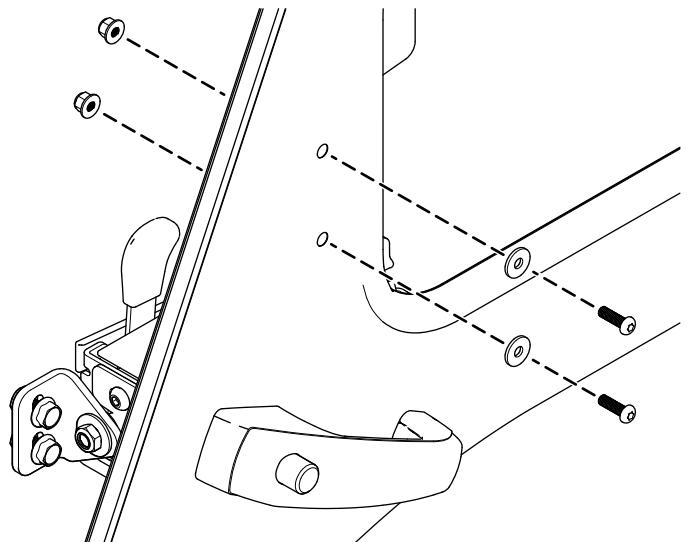

Figura 3
1. Rimuovete le 2 viti a testa Torx esistenti, le 2 rondelle e i 2 dadi di bloccaggio (6 mm) dalla porta della cabina (Figura 3).